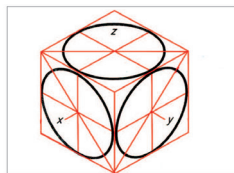
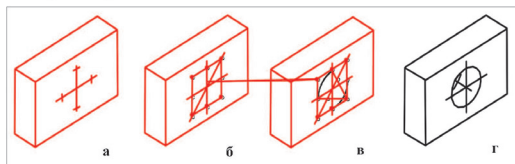

Рис. 3. Изображение в изометрической проекции окружностей, вписанных в куб
Рис. 4. Построение косоугольной изометрической проекции детали с цилиндрическим отверстием
Изометрической проекцией окружности (рис. 3) является кривая, которая называется эллипсом. Эллипсы строить трудно. В практике черчения вместо них часто строят овалы. Овал – это замкнутая кривая, очерченная дугами окружностей. Овал удобно строить, вписывая в ромб, который является изометрической проекцией квадрата.
1. Находят центр отверстия на передней грани. Определяют направление изометрических осей для построения ромба (см. рис. 3). Из найденного центра проводят оси (рис. 4, а) и откладывают на них отрезки, равные радиусу окружности.
2. Строят ромб. Проводят его большую диагональ (рис. 4, б).
3. Описывают большие дуги. Находят центры для малых дуг (рис. 4, в).
Такой же овал строят на задней грани, но обводят лишь видимую его часть (рис. 4, г).